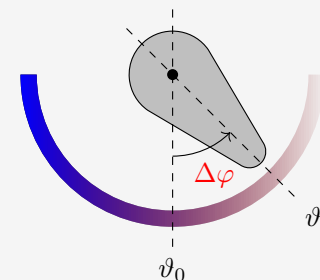

Abb. 3: Temperaturhebel deiner Dusche.
**Beispiel:** Betrachte Abb. 3. Du hast schon oft in deiner Dusche geduscht und ein affines Verhältnis zwischen dem Winkel des Temperaturhebels und der Ausgangstemperatur des Wassers identifiziert. Das heisst, eine Temperaturänderung ist Proportional zur Winkeländerung des Hebels:  $\vartheta = \nu(\varphi - \varphi_0) + \vartheta_0 = P(\varphi)$ , wobei  $\nu$  die Proportionalitätskonstante und  $\vartheta_0$  die Referenztemperatur beim Referenzwinkel  $\varphi_0$  ist. Dieses Modell ist die Steuerstrecke  $P$ . Du möchtest, dass die Ausgangsgrösse  $y = \vartheta$  deiner Lieblingstemperatur  $r = \vartheta^*$  entspricht. Da du die Proportionalitätskonstante kennst, kannst du die Steuerstrecke invertieren:  $\varphi = \frac{1}{\nu}(\vartheta - \vartheta_0) + \varphi_0$  und erhältst somit die Steuerung  $F = P^{-1}$ . Setzt man die gewünschte Temperatur  $\vartheta^*$  in die Steuerung, erhält man die Eingangsgrösse  $u = \varphi^* = \frac{1}{\nu}(\vartheta^* - \vartheta_0) + \varphi_0$ . Der Aktuator ist in diesem Fall deine Hand.